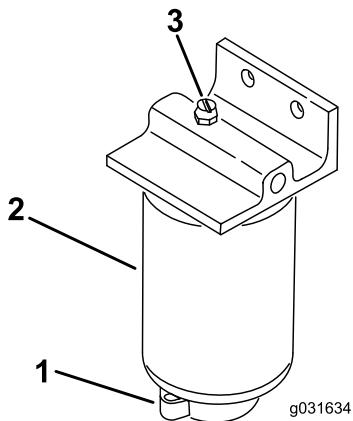

图 52
2. 松开滤清器底部的排油阀图52。
1. 清洁滤清器的安装区域图52。